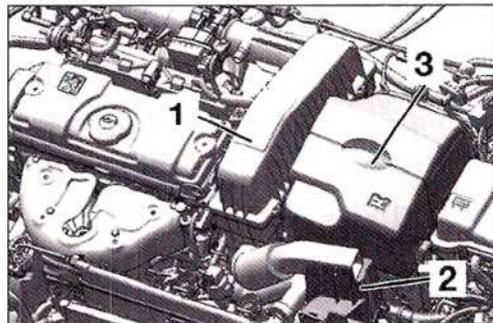

FIG. 1
- El filtro de aire (1) (Fig.1).